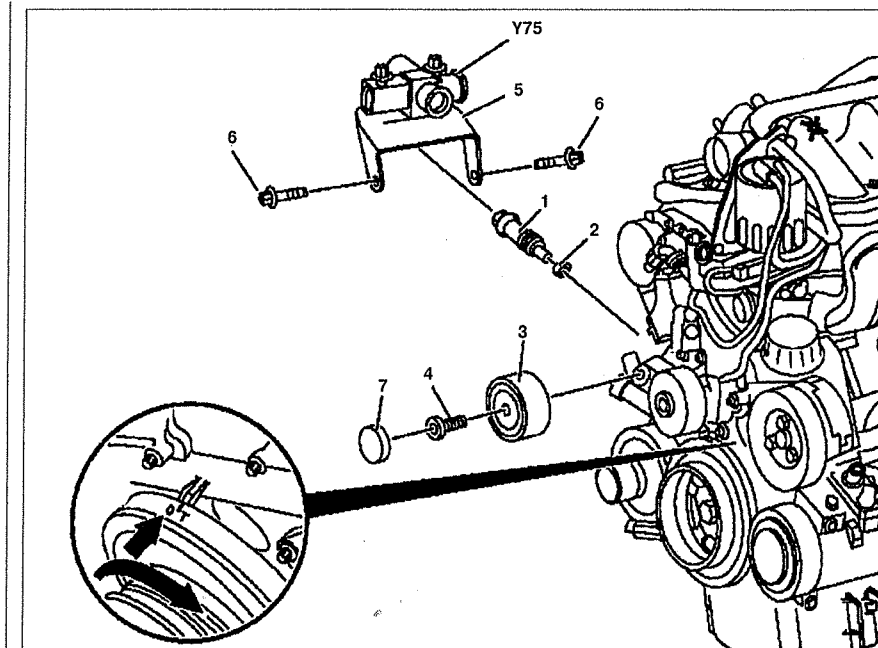

Рис. 5.15. Натяжитель цепи ГРМ:
1. Снимите направляющий рычаг 3 (см.рис.5.15).